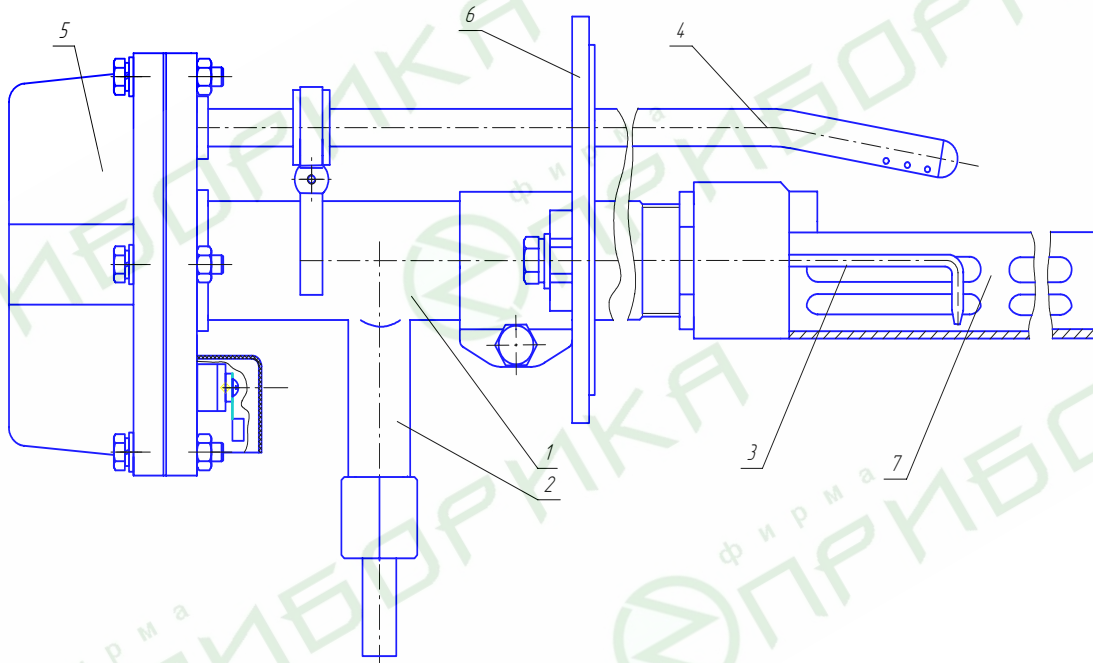

Рис.1. Конструкция электрозапальника типа ЭЗ.
4.1. Конструкция электрозапальника ЭЗ приведена на рис.1. ЭЗ состоит из ствола запальной горелки 1 со штуцером 2 для подвода газа, центрального (высоковольтного) электрода 3, стабилизатора пламени 7, контроль-